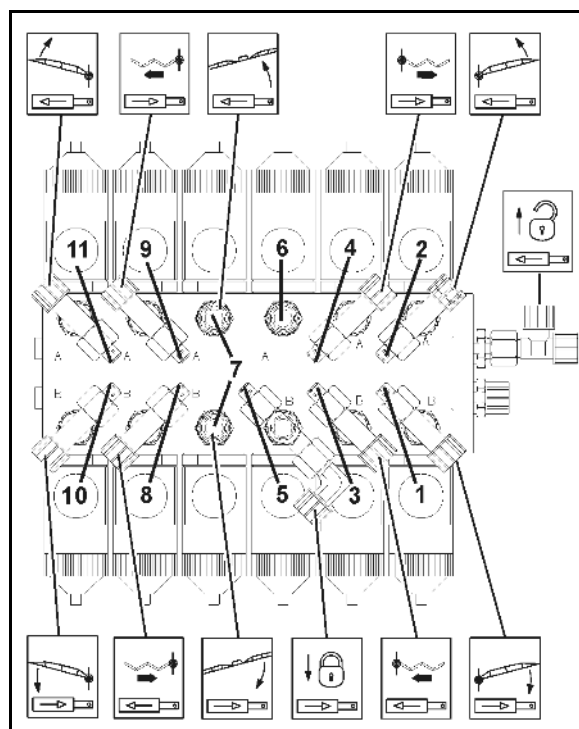

Fig. 199
1. Dévisser le capot (Fig. 199/1) du toit de la cabine.